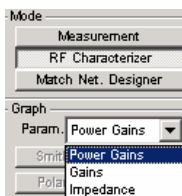

图 5-94 RF Characterizer
2) 选择射频电路分析模式 RF Characterizer：下拉菜单 Param 中有 3 个选项，Power Gains（功率增益）、Gains（电压增益）和 Impedance（阻抗），如图 5-94 所示。